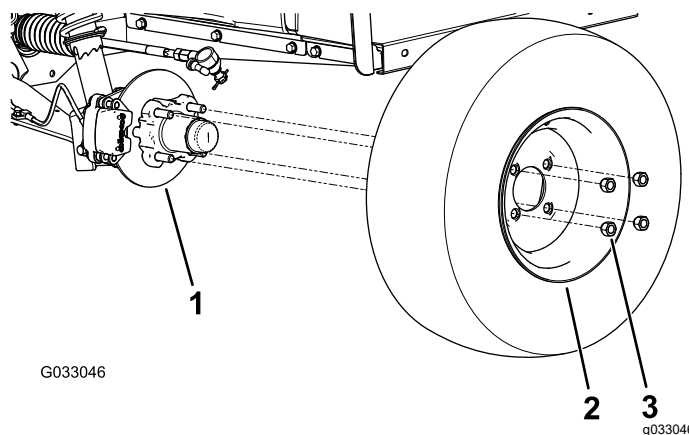

Bild 22
2. Nehmen Sie die vier Radmuttern ab, mit denen das Rad an der Radnabe befestigt ist (Bild 22).
4. Fluchten Sie die Löcher im Rad mit den Bolzen der Nabe aus und montieren das Rad so an der Nabe, dass das Reifenventil außen ist (Bild 22).
5. Befestigen Sie das Rad mit den Radmuttern an der Nabe (Bild 22).